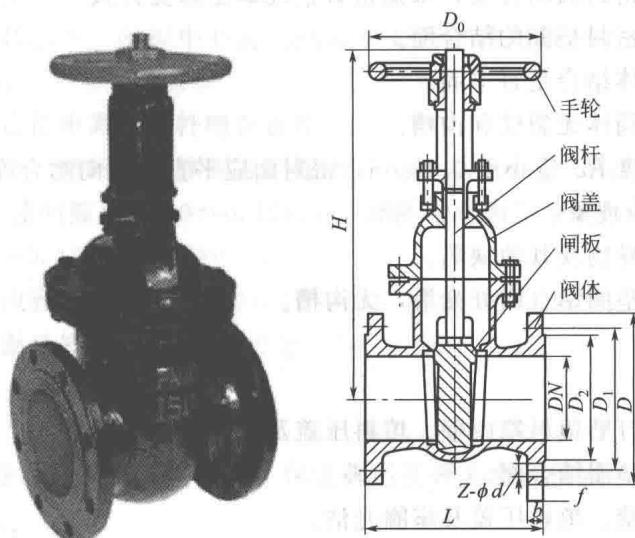

图 1-1 闸阀外形及结构示意图
① 流体阻力小 因为闸阀阀体内部介质通道是直通的，介质流经闸阀时不改变其流动方向。
② 启闭力矩小，开闭较省力 因为闸阀启闭时闸板运动方向与介质流动方向垂直、与截止阀相比，闸阀的启闭较省力。
③ 介质流动方向不受限制，不扰流、不降低压力 介质可从闸阀两侧任意方向流过，均能达到使用的目的，更适用于介质的流动方向可能改变的管路中。
④ 结构长度较短 因为闸阀的闸板是垂直置于阀体内的，而截止阀阀瓣是水平置于阀体内的，因而结构长度比截止阀短。
⑤ 密封性能好 全开时工作介质的冲蚀比截止阀小。
⑥ 结构比较简单，铸造工艺较好，适用范围广。
① 密封面易损伤 启闭时闸板与阀座相接触的两密封面间有相对摩擦，易损伤，影响密封件性能与使用寿命，维修比较困难。
② 启闭时间长，高度大 由于闸阀启闭时须全开或全关，闸板行程大，开启时需要一定的空间，外形尺寸高，安装所需空间较大。
③ 结构复杂 闸阀一般都有两个密封面，给加工、研磨和维修增加了一些困难。闸阀零件较多，制造与维修较困难，成本比截止阀高。闸阀外形及结构见图 1-1。